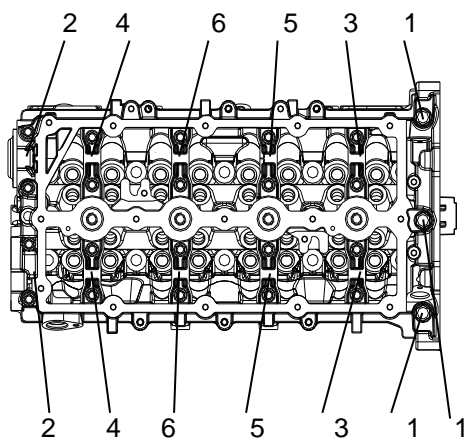

Рис. 2-1
2. Отверните болты крепления крышек распределительных валов в порядке, показанном на рис. 2-1, и снимите крышки и распределительные валы. Проверьте состояние опорных шеек распределительных валов, а также поверхностей головки блока цилиндров и крышек распределительных валов под шейки. Изношенные детали замените. Поскольку поверхности головки блока цилиндров и крышек распределительных валов под шейки валов обрабатываются совместно, не допускается замена ГБЦ и крышек распредвалов по отдельности. Необходимо заменять их только совместно.